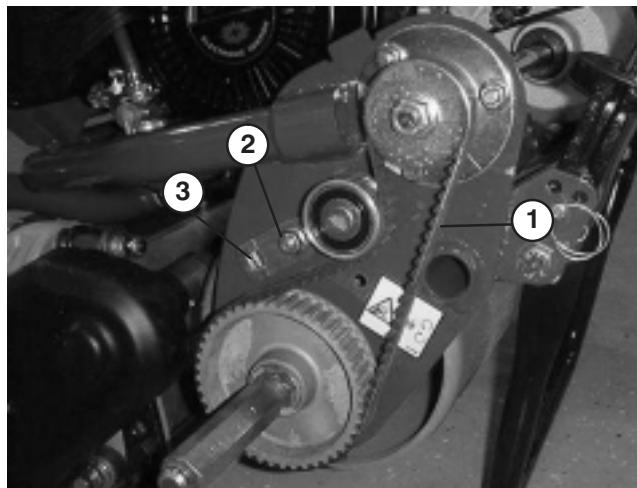

Bild 47
- B. Drehen Sie die Spannscheibenhalterung mit einem 3/8 Zoll Drehmomentschlüssel mit 4 bis 4,5 Nm an, um die Riemenspannung einzustellen (Bild 47). Ziehen Sie die Befestigungs-Kopfschraube der Spannscheibenhalterung an. **Ziehen Sie den Riemen nicht zu stark an.**